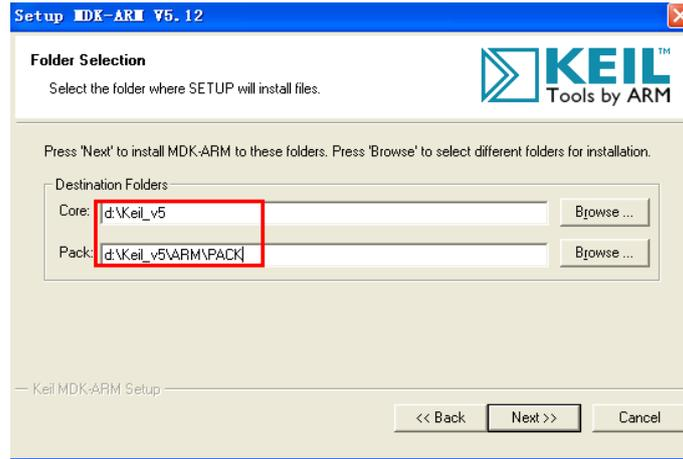

图 1.4 选择安装路径
3. 选择安装路径为 d:\Keil_V5(如有特殊需要可点击【Browse】选择其它安装路径)，选择安装支持包路径为 d:\Keil_V5\ARMPACK(如有特殊需要可点击【Browse】选择其它安装路径，安装支持包请参见 2.2.2 节)，然后点击【Next】，如图 1.4 所示。